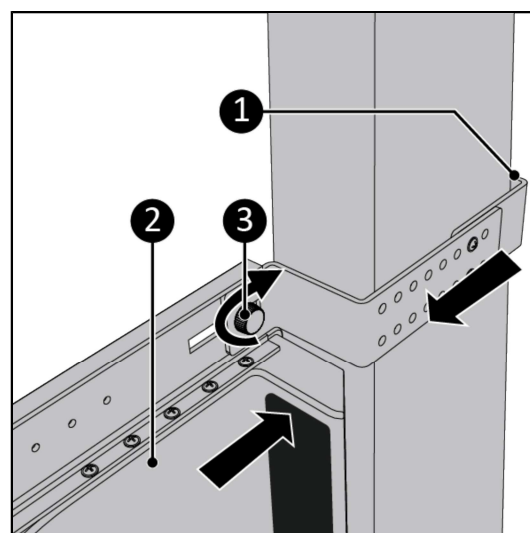

Figure 176.
9. Poussez fermement le Way-out contre le cadre de la fenêtre (Figure 176, pos. 2).
10. Tirez le support vers vous autant que possible (Figure 176, pos. 1) afin qu'il se fixe correctement.
11. Serrez le cache de la vis (Figure 176, pos. 3).